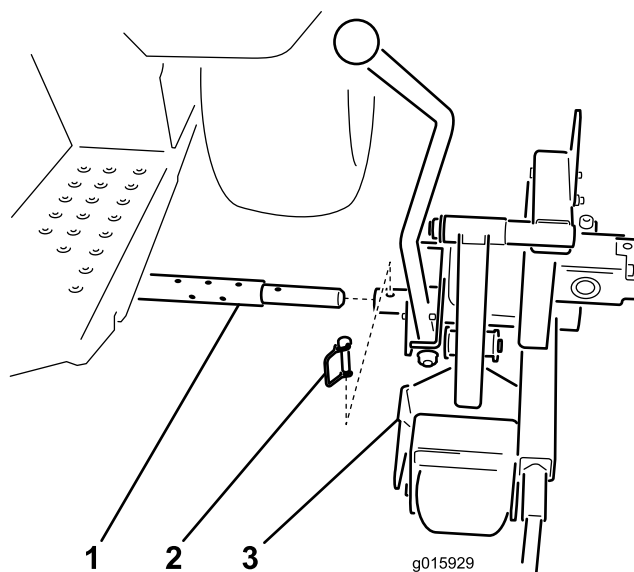

Figura 12
1. Inserite il tubo di rotazione del porta-lame nel tubo trasversale (Figura 12).
2. Fissate il porta-lame al tubo trasversale con il perno di traino (Figura 12).